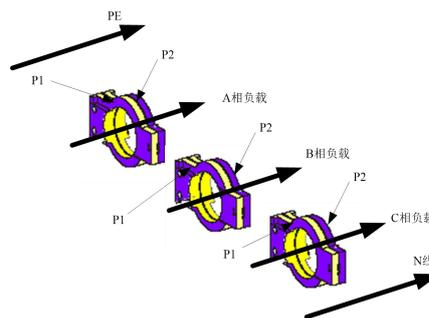

图 3.3.2 互感器安装方向
(1) CT 安装的方向必须正确，电流流经 CT 的方向是：P1 侧流进，P2 侧流出。电流互感器采集线建议选用 RVVSP2×2.5mm² 双绞屏蔽线，外接的电流互感器根据实际情况可选用开合式和闭合式，精度要求 0.5 级以上，CT 安装点距离产品应小于 15m，更长距离，请联系帝森克罗德。特别注意，外接 CT 二次侧电流需与模块取样电流相匹配，例如：模块要求取样电流为 5A，外接 CT 需要选用比 5 的互感器。
(2) 关于外接 CT 的安装方向，在此再重新强调一下具体的进线方向，详细图解如图 3.3.2 所示